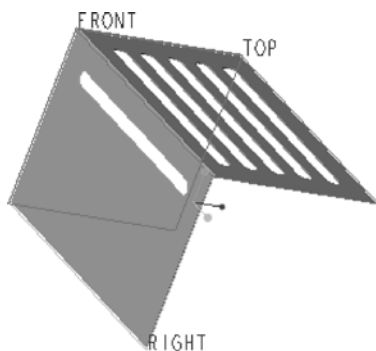

图 5-87 创建另一个钣金件切口
(4) 在“拉伸”选项卡中单击 (将拉伸的深度方向更改为草绘的另一侧) 按钮, 以获得合适的深度方向。
(5) 在“拉伸”选项卡中单击  (完成) 按钮, 创建的此钣金件切口如图 5-87 所示。